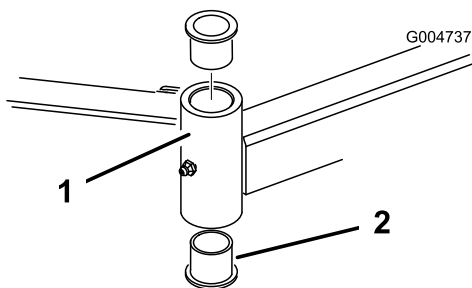

図 27
4. ピンポンチを使って、チューブの上または下からブッシュをたたき出す【図 27】。他のブッシュも、同様にしてチューブから取り外す。チューブの内部をきれいに清掃する。